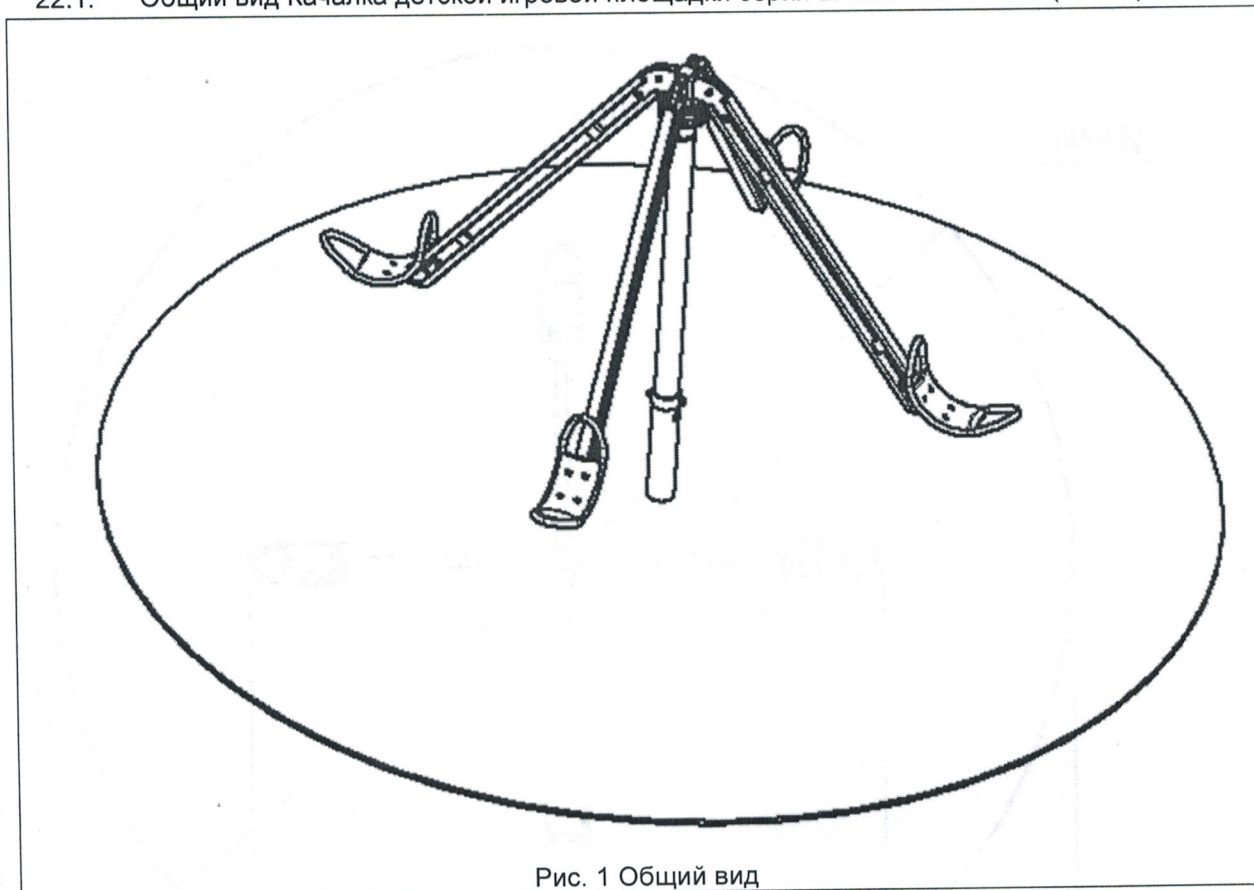

Рис. 1 Общий вид
22.1. Общий вид Качалка детской игровой площадки серия BALL'I «BA-09.03» (Рис. 1).